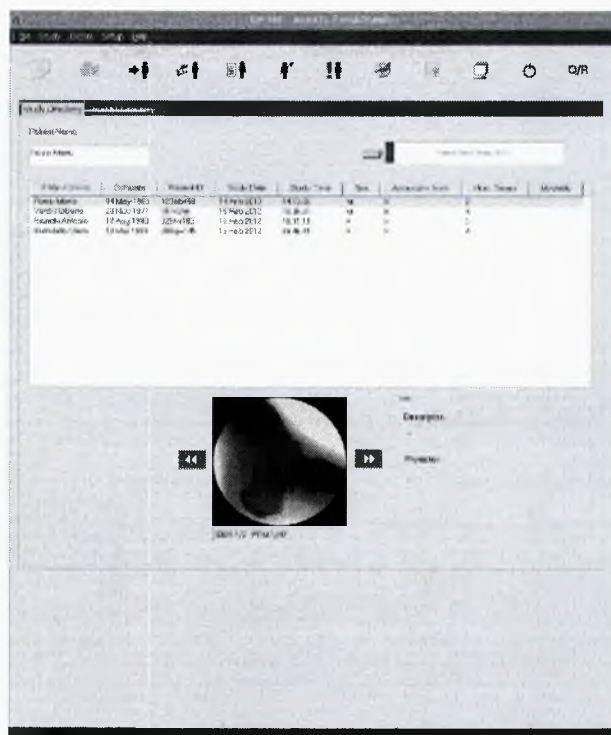

Рисунок 39
8.1.8 После включения стойки на рабочем мониторе отображается состояние запуска видеопроцессора (это продолжается около 3 мин). После завершения запуска появится **Список исследований** (см. рисунок 39).